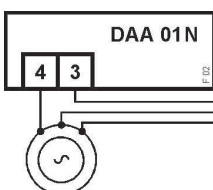

Fig. 2
Fino a 5A l'inserzione è diretta e il carico deve essere collegato come in fig.2. Per valori superiori a 5A impiegare un TA/5 (si veda la TAB.A).
- per l'inserzione diretta: collegare il carico come in fig.2.
Direct insertion up to 5A; wiring as per fig.2.
- direct insertion: connect the load as per fig.2. Activate the step n°4 and C. located on the back of the instrument.